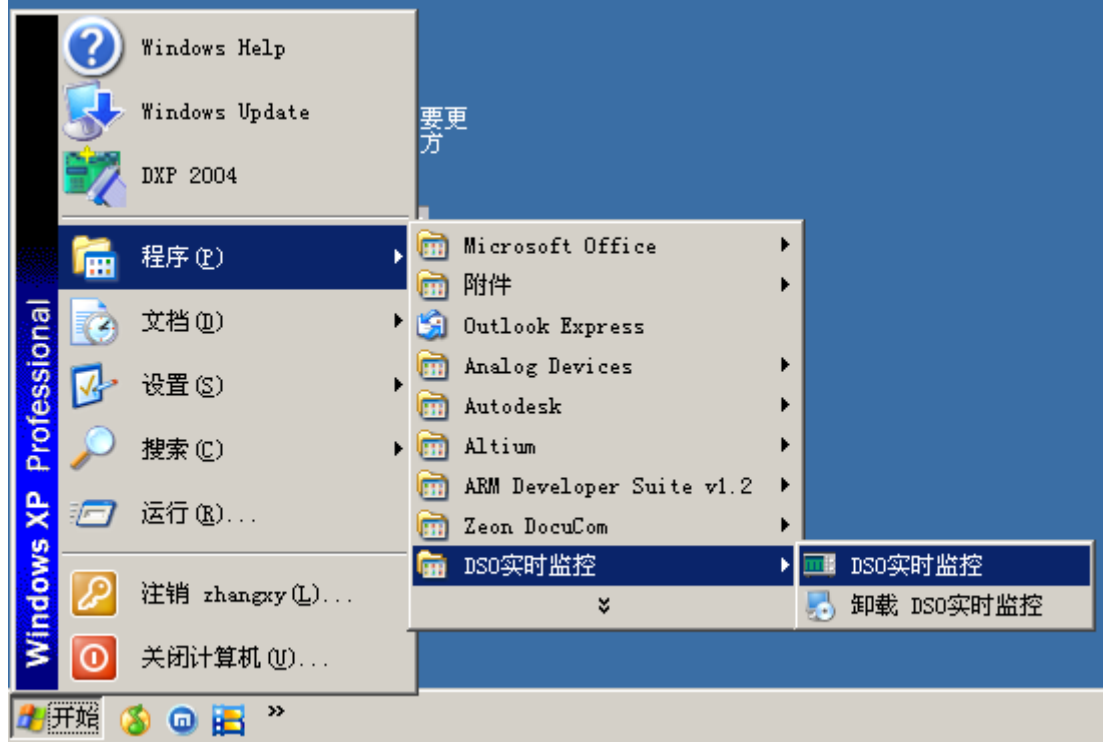

图1-21
2. 另外，您还可以从开始→程序→DSO实时监控→DSO实时监控，启动数字存储示波器通讯控制软件。如图1-21所示：